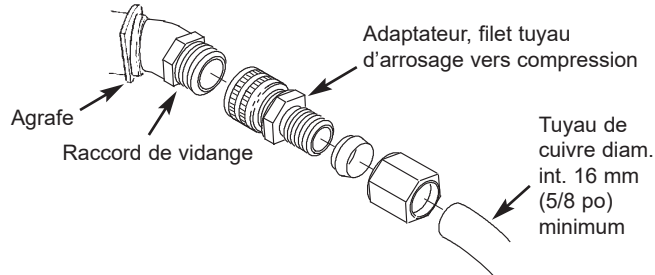

FIG. 8
- Prenez une longueur de tuyau d'arrosage, diamètre intérieur de 5/8 po (16 mm), puis fixez-le au raccord de vidange du bloc-vanne (cf. Figure 8 à la page 6).
- Faites déboucher le tuyau sur un point de vidange approprié (avaloir de sol, puisard, cuve à lessive, etc.). Consultez et observez les codes locaux. Reportez-vous à la Figure 8 si les codes prescrivent une longueur de tuyau rigide.
- Mettez le ou les dispositifs de dérivation à la position de dérivation. Vanne unique de dérivation : Rentrez la tige de la vanne (DÉRIVATION), cf. Fig. 8, page 6). Système à 3 robinets : Fermez les robinets d'entrée et de sortie, puis ouvrez le robinet de dérivation (cf. Fig. 7, page 6).